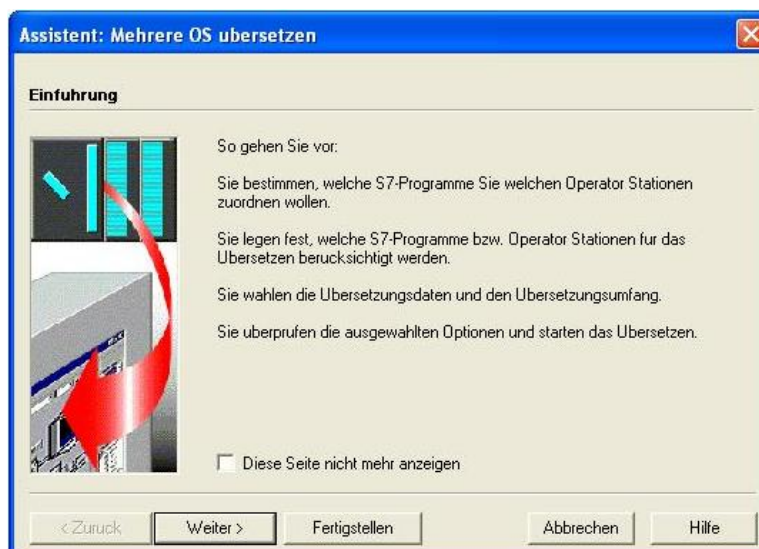

Рисунок 3.8 – Вікно «Assistent Mehrere OS übersetzen».
2) Натиснути кнопку **Weiter** (рис. 3.8)